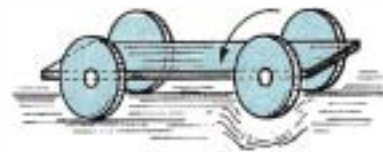

Figure 13.1 • Véhicule sans suspension :
- le non-contact au sol d'une des roues à l'arrêt ou à basse vitesse et les **contraintes de torsion du châssis** qui en résulteraient (figure 13.1) ;